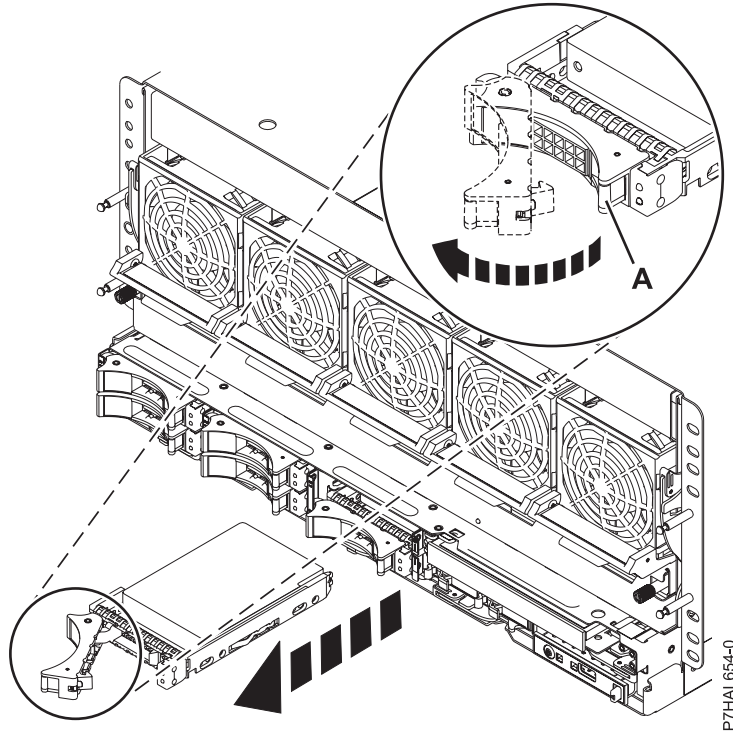

Figure 20. Retrait d'une unité de disque du système
1. Déverrouillez la poignée de l'unité en appuyant dessus et en la tirant vers vous (voir figure 20, à la page 37). Si la poignée n'est pas complètement sortie, vous ne pouvez pas retirer l'unité de disque ou l'unité SSD de l'unité centrale ou de l'unité d'extension.